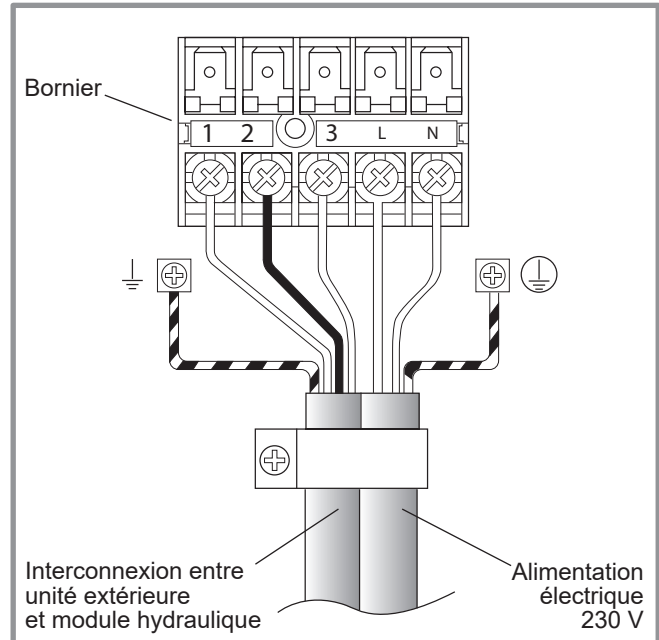

figure 37 - Connexions au bornier de l'unité extérieure
- Effectuer les raccordements suivant le schéma (figure 37).